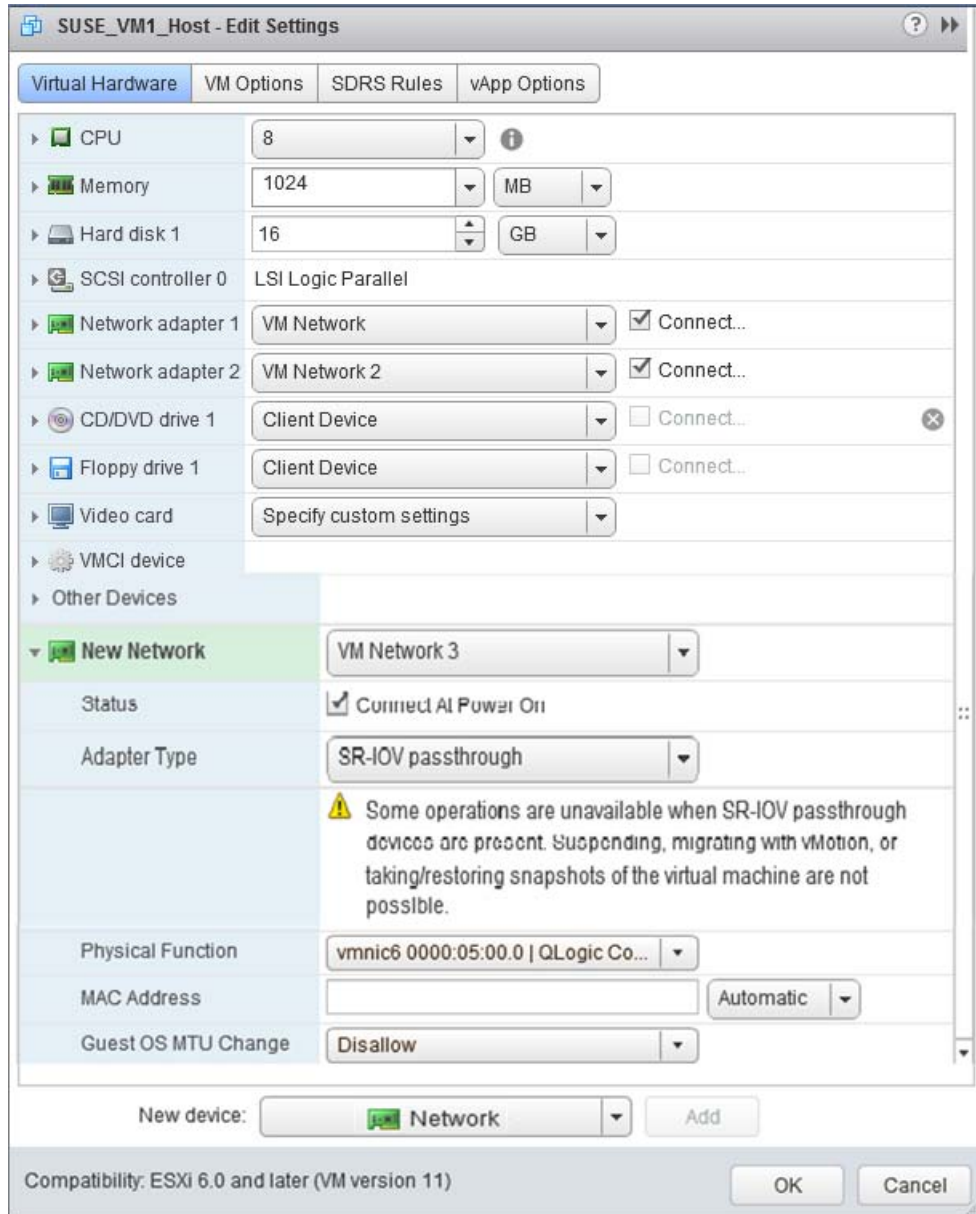

Figure 8-15. Paramètres de modification de l'hôte VMware
14. Complétez la boîte de dialogue Modifier les paramètres (Figure 8-15) comme suit :